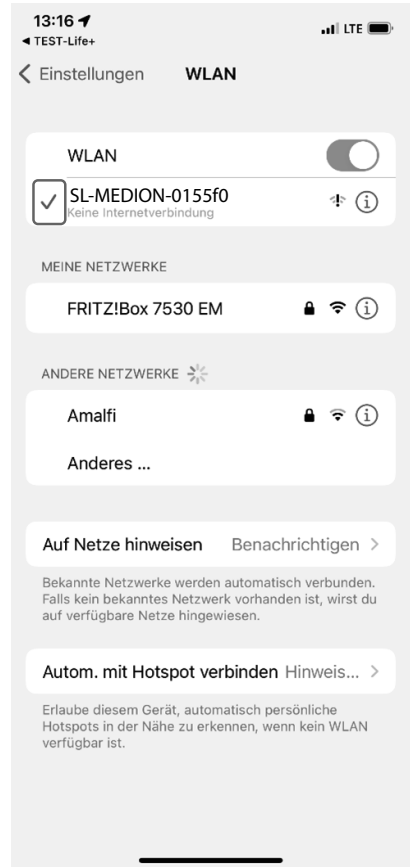

Abb. 10
- ▶ Warten Sie, bis die Verbindung aufgebaut ist (in der Regel durch einen Haken neben dem Netzwerknamen gekennzeichnet, s. Abb. 10).